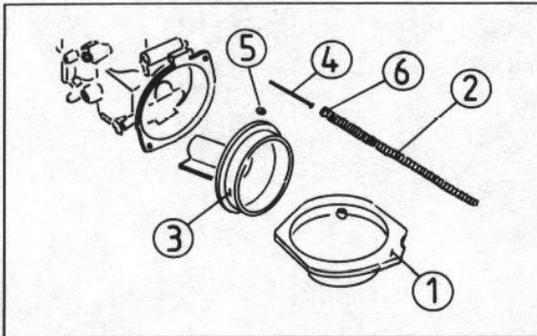

Bild 53
- Die Feder mit der Membrane und Kolben entnehmen. Darauf achten, dass die Vergasernadel nicht beschädigt wird (Bild 53).